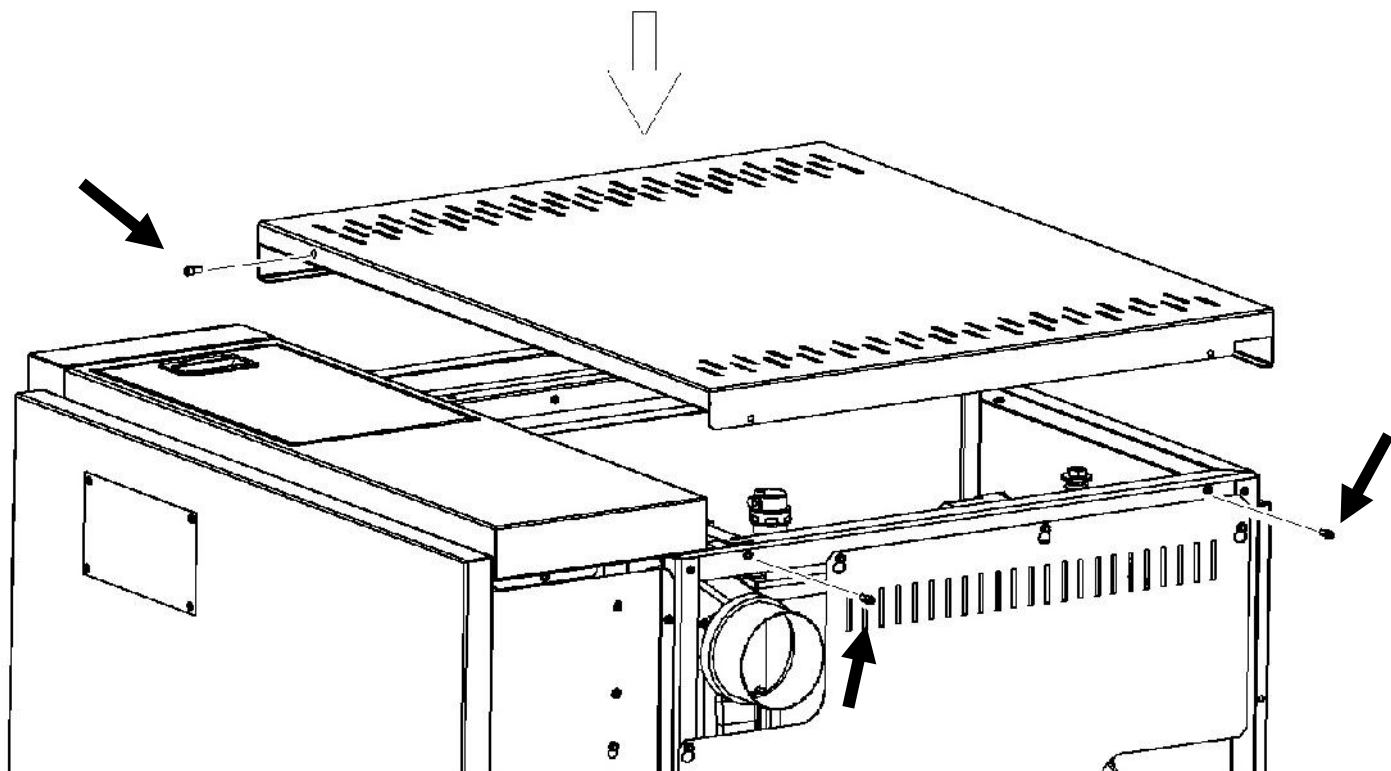

Figura 5.1
- 1) Desmontar el techo superior de la caldera desatornillando los tres tornillos indicados en la Figura 5.1, dos de la parte trasera, y uno en el lateral derecho (es necesario acceder a él abriendo la tapa de la tolva).